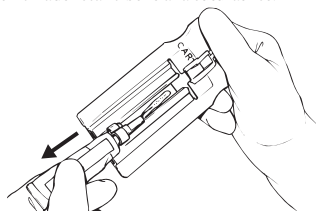

FIGURA 11
- 6b. Applicare una striscia continua di gel su ciascuna striscia di tessuto (vedere Figura 11).